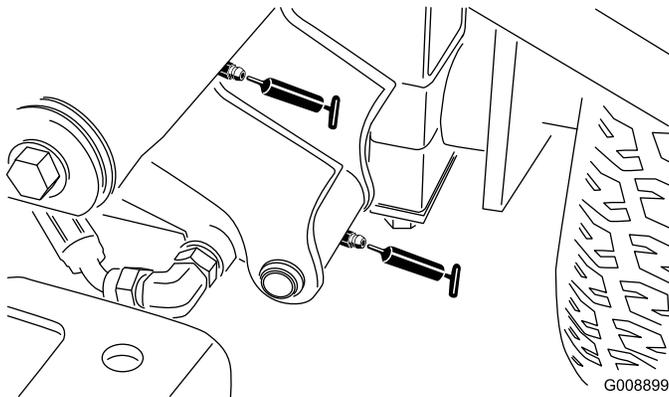

Figura 36
- 2 pivotes de brazo de elevación delantero izquierdo y cilindro de elevación (Figura 36)